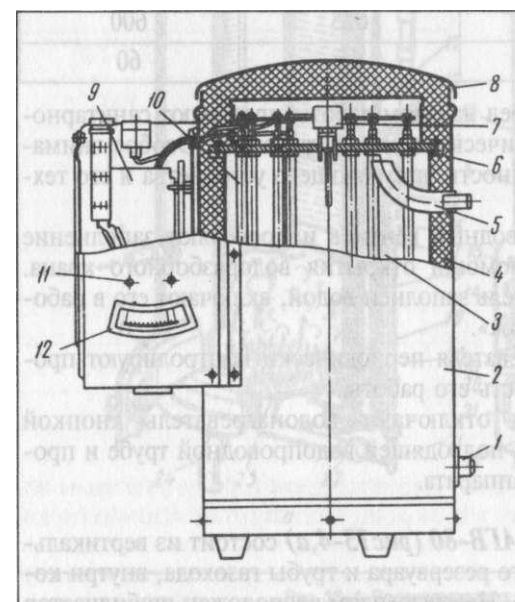

Рис. 13-3. Водонагреватель электрический НЭ-1А.
*Водонагреватель электрический НЭ-1А (рис. 13-3)* предназначен для нагревания до температуры 96°C, используемой для обработки столовой посуды и приборов. Он представляет собой цилиндрический стальной резервуар, герметически закрывающийся крышкой. Внутри резервуара на крышке установлены тены. Резервуар установлен внутри предохранительного стального кожуха, который снаружи покрашен белой эмалью. Между ними проложена теплоизоляция — минеральная вата.